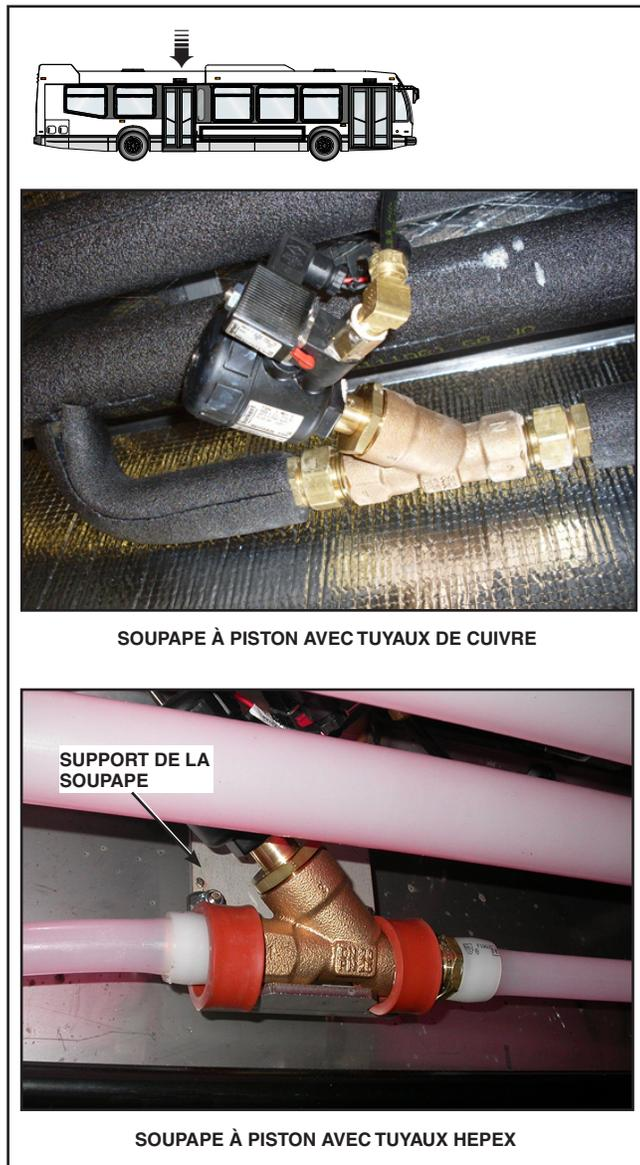

Figure 5 - Soupape de chauffage (circuit de l'unité de toit)
Des soupapes de chauffage sont installées dans le toit du véhicule (circuit de l'unité de toit). Deux types de soupape de chauffage peuvent être installés (soupape à diaphragme ou soupape à piston). Voir Figure 5. Une soupape à piston peut aussi être installée optionnellement dans le compartiment du chauffeur (circuit du dégivreur).
La procédure qui suit est applicable aux soupapes à piston installées sur le circuit de l'unité de toit seulement. Deux options d'installation sont possibles, soit avec tuyaux de cuivre ou avec tuyaux hePEX. Voir Figure 5.
4. Ouvrir le plafonnier côté rue pour accéder à la soupape. Voir Figure 5 pour l'emplacement de la soupape.
6. Dévisser et retirer les attaches en P du support de la soupape. Voir Figure 5. Descendre la soupape du support.